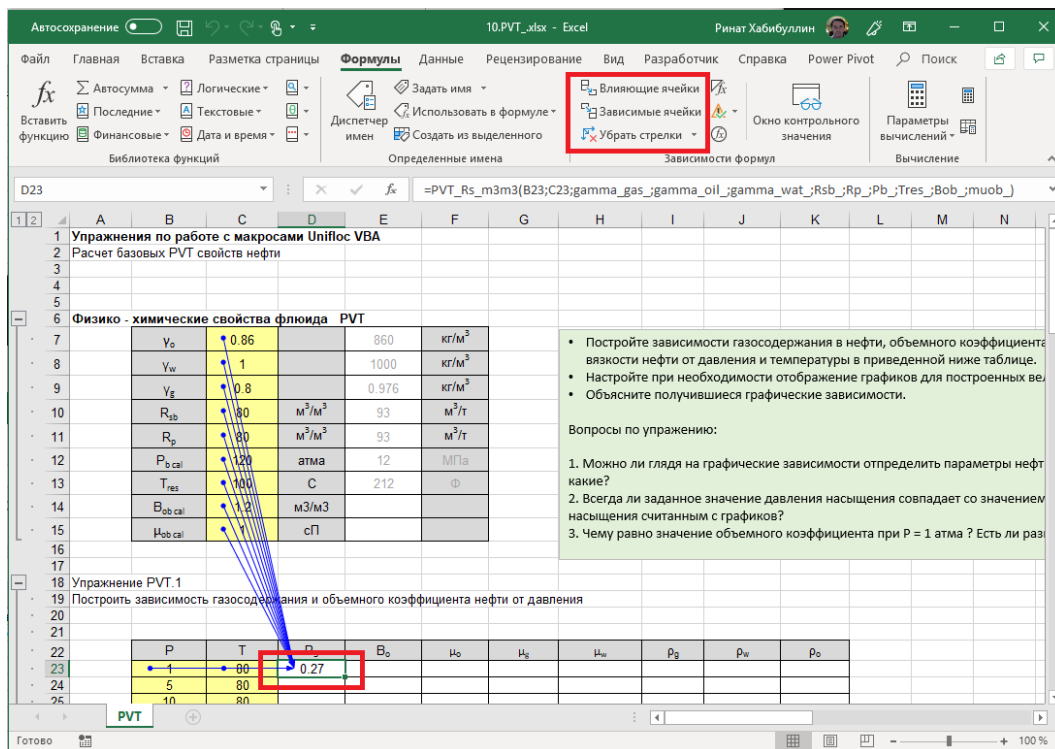

Рис. 1.4 — Результат вызова пользовательской функции с отображение влияющих ячеек
- После ввода всех параметров и нажатия кнопки ОК в ячейке должен отобразиться результат расчета. Воспользовавшись инструментом "Влияющие ячейки" на вкладке "Формулы" можно отследить на какие ячейки ссылается введенная формула (смотри рис. 1.4)